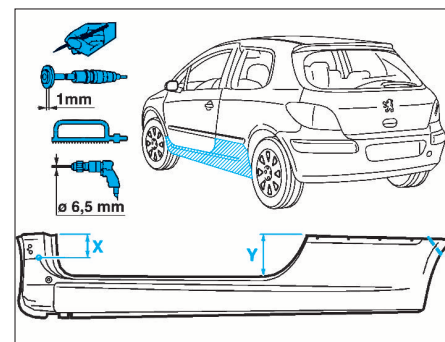

FIG. 88
- Tracer, découper et percer le bas de caisse selon (Fig.88).